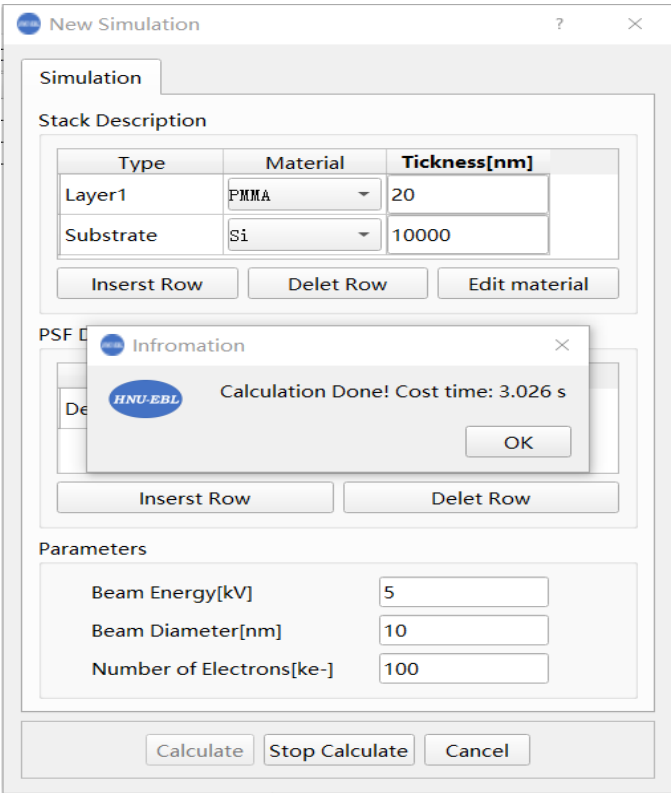

图 2.3.1 Monte Carlo 计算界面
(1)点击“Calculate”，进行 Monte Carlo 模拟计算，计算完成以后弹出对话框显示计算时间，点击“Done”完成 Monte Carlo 计算（如图 2.3.1）。